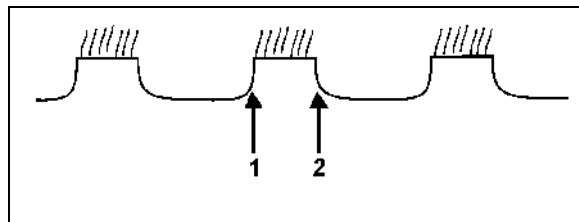

Fig. 21
- (Fig. 21): Deplasați bateria cu discuri 1 spre dreapta și verificați din nou.